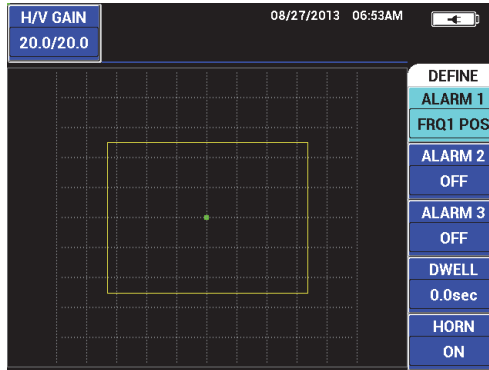

Figura 5-242 Polaridade do alarme
1. Pressione a tecla A e, em seguida, gire o botão para selecionar a polaridade do alarme. Depois que a polaridade foi selecionada, uma caixa é exibida na tela (veja Figura 5-242 na página 305).